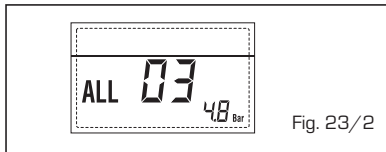

Fig. 23/2
- ANOMALIA SONDA IDA AQUECIMENTO "ALL 05" (fig. 23/4)